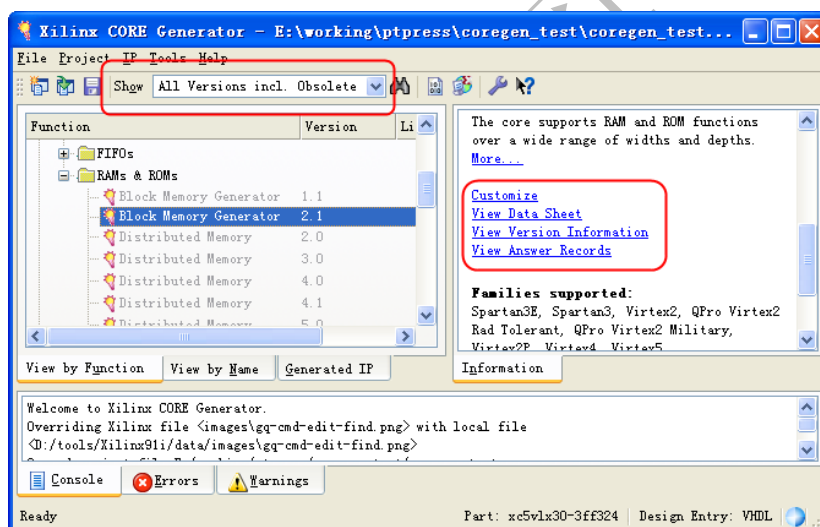

图 2.64 选择不同版本的 IP CORE 的方法
(1) 启动 CORE Generator，打开已有项目，如图 2.64 所示。
(2) 在打开的项目窗口中单击“Show”下拉菜单，选择“All Versions”，在“View by Function”或者“View by Name”选项卡下，可以看到所有可以使用的版本的 IP，设计者选择相应的版本，单击“Customize”设置参数。